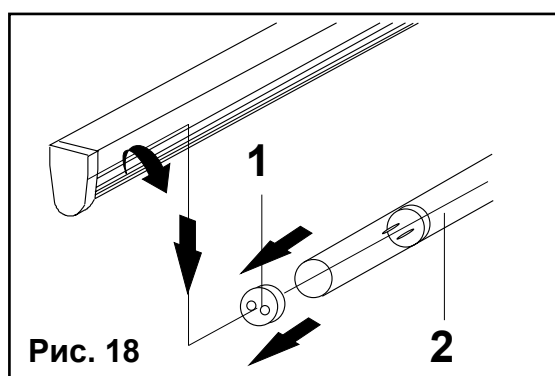

Рис. 18
- Выключите витрину при помощи главного рубильника, размещенного на электрощите (**Рис. 18**).
- Поверните защитную оболочку и лампу на 90° (**Рис. 18**) - 1 (до щелчка) и выньте их из патрона лампы по направлению вниз.
- Снимите колпачки (**Рис. 18**) - 2, выньте лампу из защитной оболочки и замените ее новой лампой.